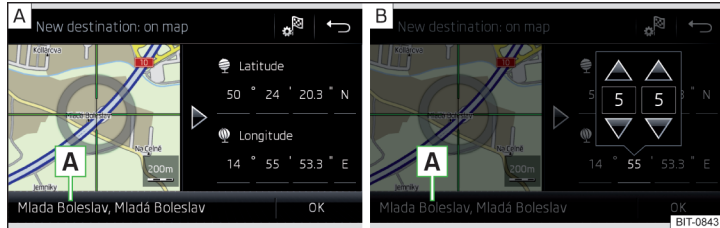

Fig. 187 Introducerea destinației: prin intermediul punctului de pe hartă/cu ajutorul coordonatelor GPS
- ▶ Prin atingerea ecranului, deplasați destinația dorită în punctul de intersecție al liniilor » fig. 187 - **[A]**.
- ▶ Atingeți și setați pe rând, valorile coordonatelor GPS » fig. 187 - **[B]**.
Dacă în datele de navigație ale Infotainment sunt disponibile informații despre punct, acestea sunt afișate în locul coordonatelor GPS (de exemplu adresa **[A]** » fig. 187).